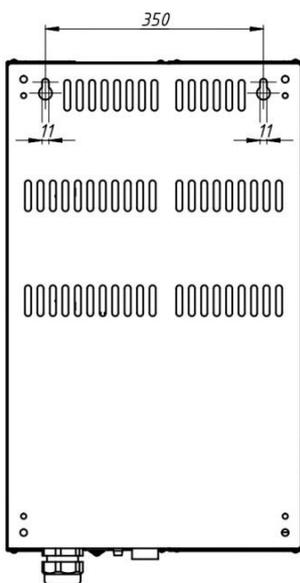

Рис. 5
6.6. Для монтажа электрокотла необходимо использовать крепёжные элементы (дюбель-болты, анкерные болты и т.п.) диаметром 8-10 мм. Длина крепёжных элементов определяется материалом стены. Межцентровое расстояние по горизонтали – 350 мм (см. рис. 5). Зазор между стеной и электрокотлом, необходимый для вентиляции и обеспечиваемый пластиковыми заглушками болтов, не должен перекрываться сверху и снизу.